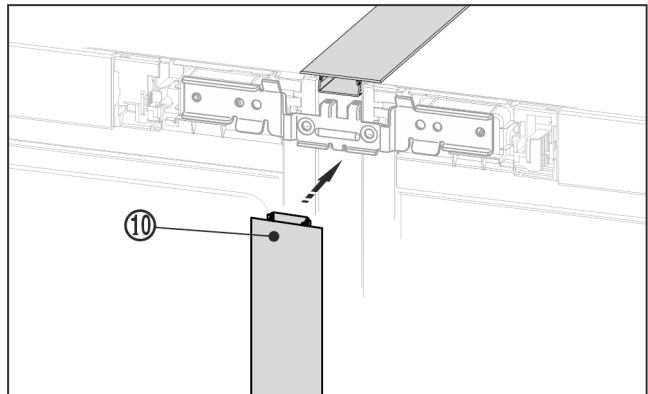

Fig. 22
- Auf der Vorderseite die lunge Abdeckleiste Fig. 22 (10) in den vertikalen Spalt drücken. Darauf achten, dass die Leiste auf dem Verbindungsblech aufsteht.